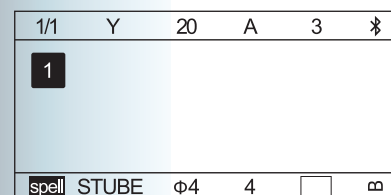

Рисунок 4.3-3
3) Используйте клавиши **【←】/【→】** чтобы выбрать размер вашей термоусадочной трубки. Нажмите **[Enter]** чтобы вернуться в режим ввода. (Рис. 4.3-3)